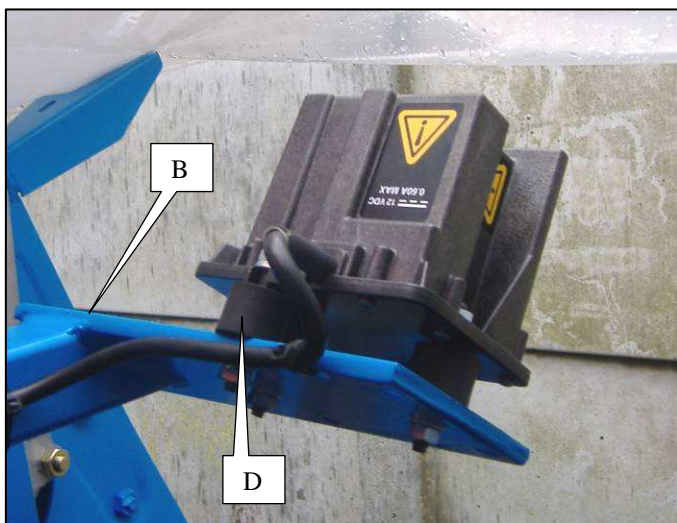

Fig. 3
NG Plus 4 (Fig.3).
-Fixer le radar sur son support à l'aide des 3 pièces de fixation caoutchoutées D (Fig.3).